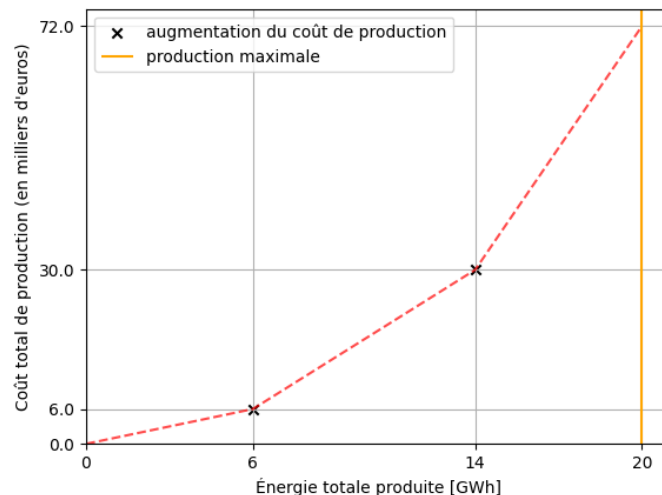

FIGURE 1 – Exemple d'évolution de coût de production pour une centrale à gaz
- **Les centrales à gaz** : Celles-ci sont plus flexibles et vont nous permettre de compenser les manques du solaire et de l'éolien. Par contre elles n'ont pas un coût de production marginalement nul, car il faut acheter et brûler du gaz. Le coût marginal de production du GWh n'est pas linéaire pour une centrale dû à une baisse d'efficacité avec la quantité produite. On modélisera cette baisse d'efficacité par une fonction linéaire par morceaux et convexe. Un exemple d'une telle évolution de coût se trouve sur la Figure 1.